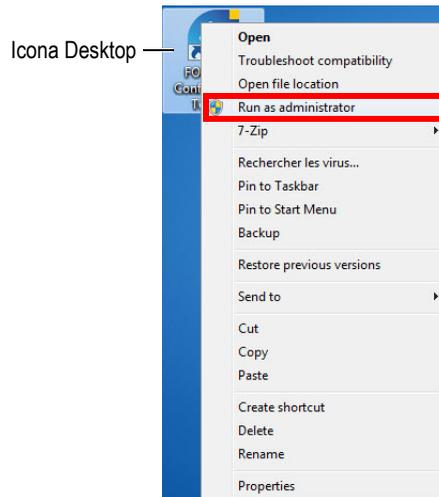

Figura 5-1 Apertura del Configuration Tool
- ◆ Nel desktop, cliccare con il tasto destro del mouse sull'icona Configuration Tool e in seguito cliccare su **Run as administrator** > **Yes** (Esegui come amministratore > Sì) [vedi Figura 5-1 a pagina 20].